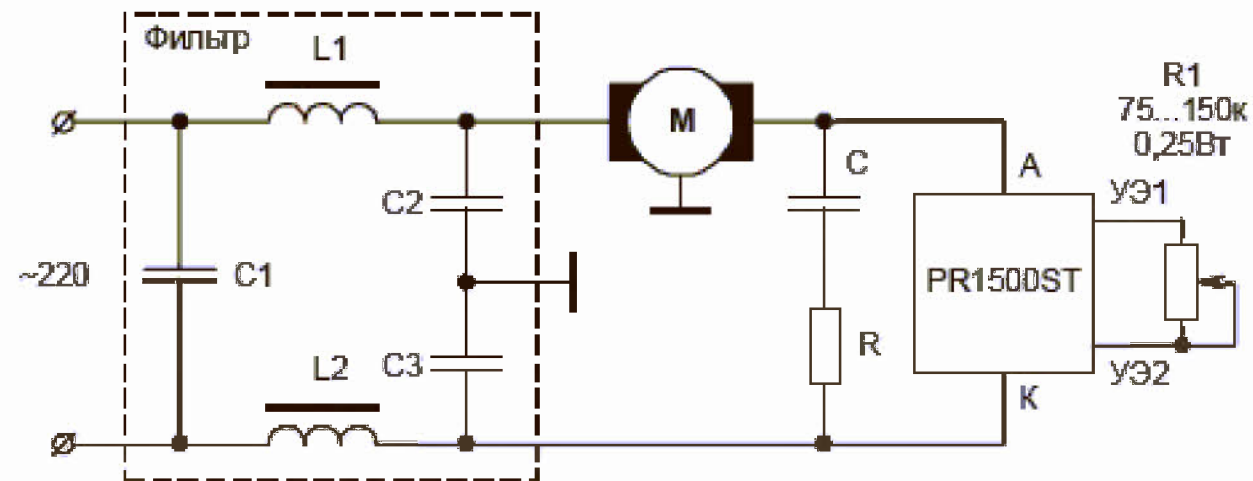

Рис. 3
2. При работе на индуктивную нагрузку (рис. 3) между силовыми электродами регулятора рекомендуется включить последовательную RC-цепь (0,1 мкФ, 100 Ом).